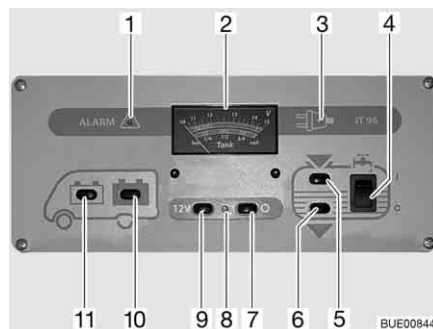

Fig. 161 Panneau de contrôle IT 96-2
L'interrupteur principal 12 V (Fig. 161,7 et 9) établit ou coupe le panneau de contrôle et l'alimentation 12 V de la cellule.
Mise en marche : ■ Appuyer sur le commutateur (Fig. 161,9) "12 V" : L'alimentation 12 V de la cellule est assurée. Le voyant de contrôle (Fig. 161,8) s'allume en vert.
Mise hors service : ■ Appuyer sur le commutateur (Fig. 161,7) "O" : L'alimentation 12 V de la cellule est coupée. Le voyant de contrôle (Fig. 161,8) s'éteint.
Observer sur l'indicateur de charge/de niveau de réservoir (Fig. 161,2), la graduation supérieure. L'indicateur s'éclaire automatiquement dès qu'un commutateur est actionné.
- Appuyer sur le commutateur (Fig. 161,11) "": La tension de la batterie de démarrage est affichée.
- Appuyer sur le commutateur (Fig. 161,10) "": La tension de la batterie de cellule est affichée.
Observer sur l'indicateur de charge/de niveau de réservoir (Fig. 161,2) la graduation inférieure. L'indicateur s'éclaire automatiquement dès qu'un commutateur est actionné.
■ Appuyer sur le commutateur (Fig. 161,5)  : Le niveau du réservoir d'eau est affiché.
■ Appuyer sur le commutateur (Fig. 161,6)  : Le niveau du réservoir d'eaux usées est affiché.
■ Commutateur à bascule (Fig. 161,4) vers le haut "I" : L'alimentation en eau est activée.
■ Commutateur à bascule (Fig. 161,4) vers le bas "O" : L'alimentation en eau est désactivée.
Le voyant d'alerte rouge "ALARM" (alarme) (Fig. 161,1) clignote dès que la charge de la batterie de cellule descend en dessous de 11 V (mesurée en marche) et qu'il y a risque de décharge profonde des batteries.
Le voyant de contrôle 12 V (Fig. 161,8) s'allume dès que l'interrupteur principal 12 V (Fig. 161,9) est enclenché.
Le voyant de contrôle jaune 230 V (Fig. 161,3) s'allume si l'arrivée du bloc électrique est sous tension de réseau.